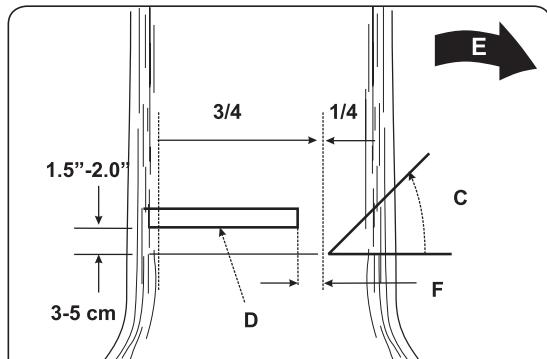

Abb. 10B
ACHTUNG: Spazieren Sie nicht vor einem Baum, der eingekerbt ist. Führen Sie den Fallschnitt (D) auf der anderen Seite des Baumes ca. 3-5 cm oberhalb der Kerbkante (C) aus (Abb. 10B).